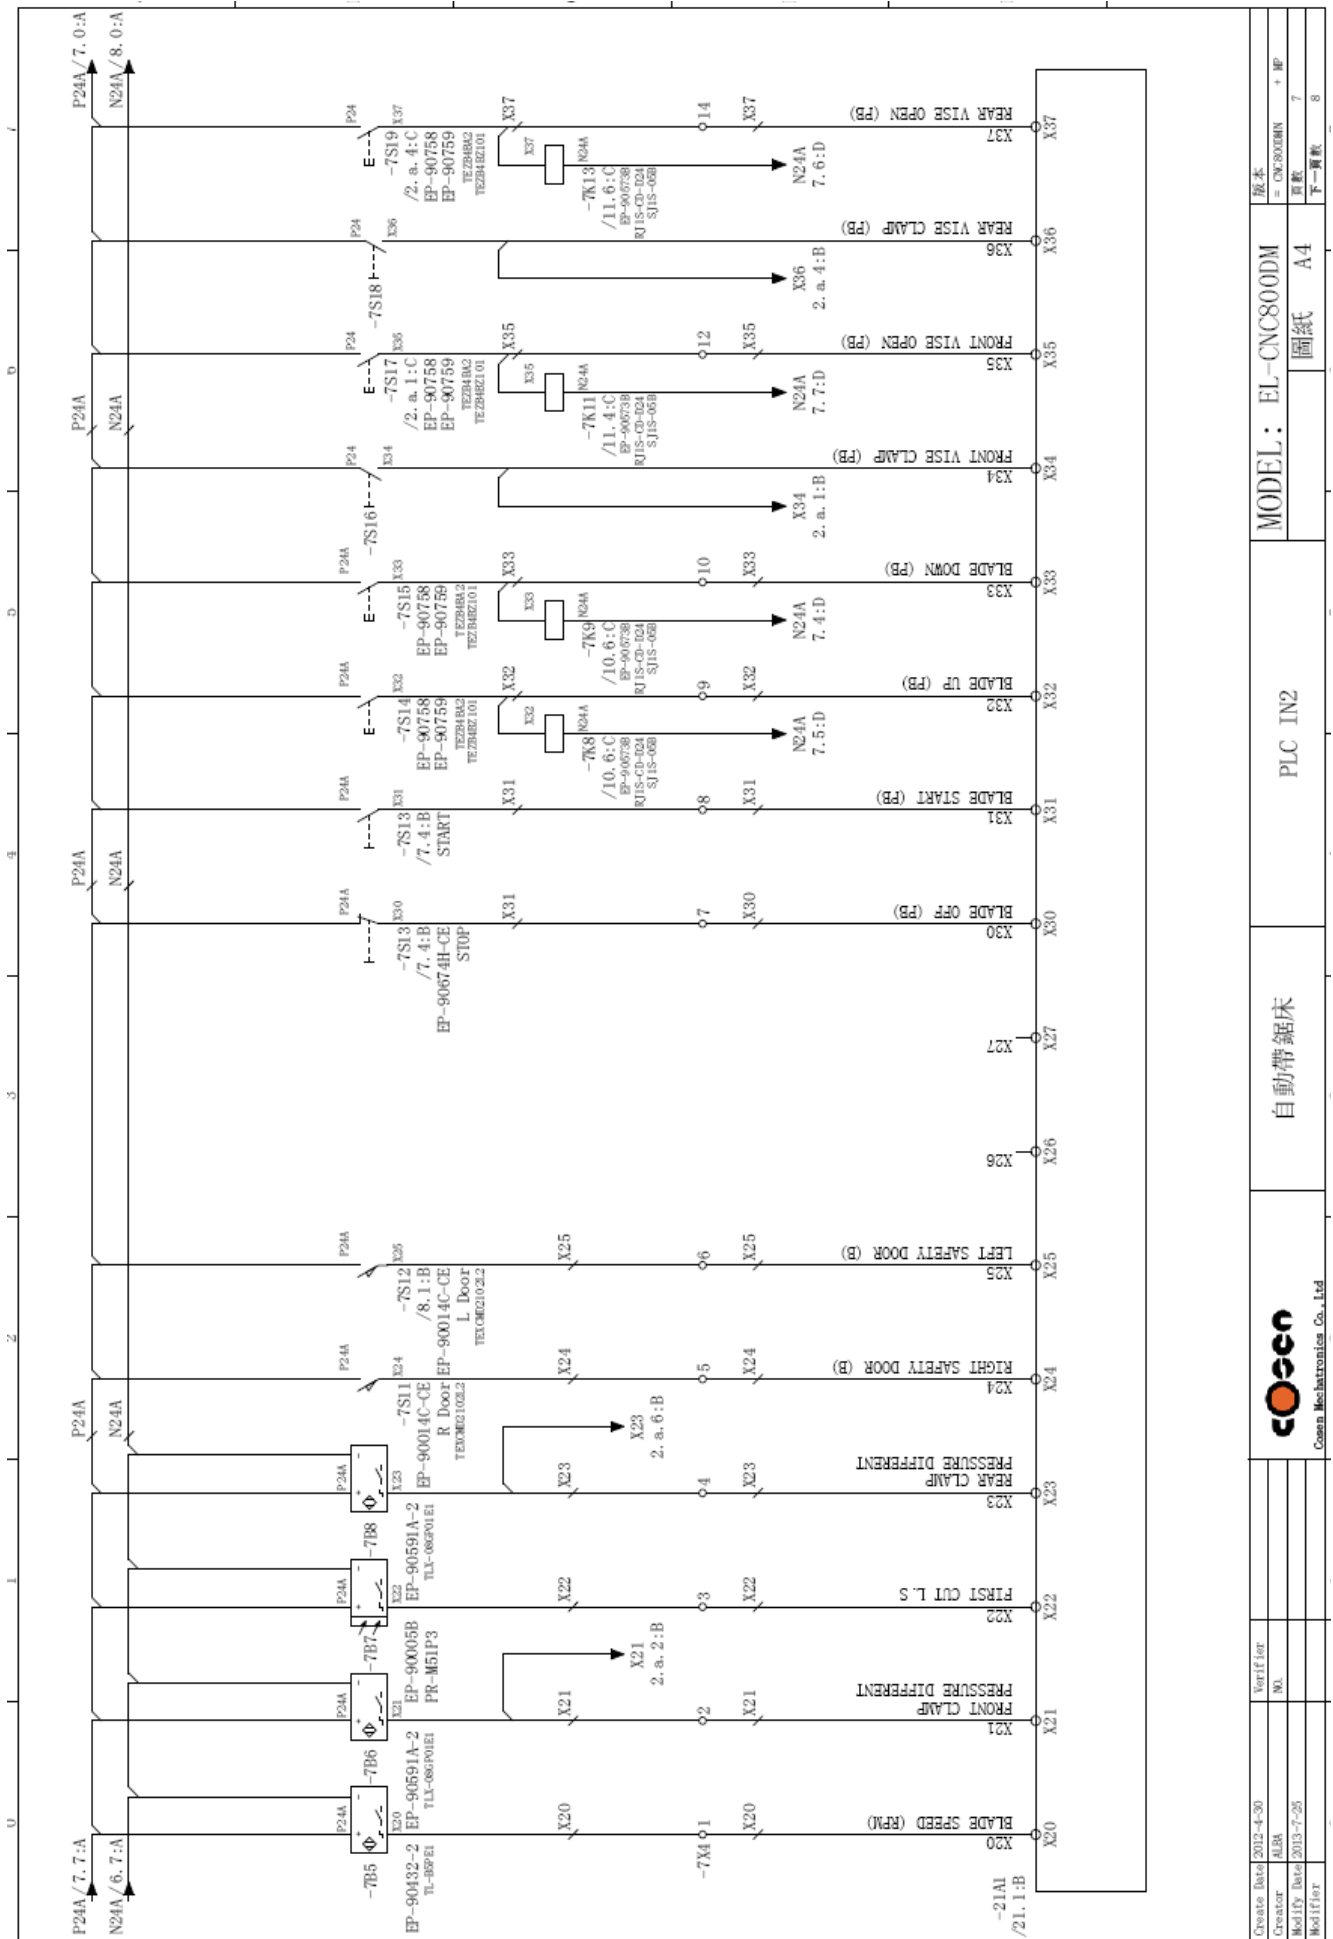

Fig. 5-8 PLC IN2 layout (CE)
- Fig. 5-8 PLC IN2 layout (CE)